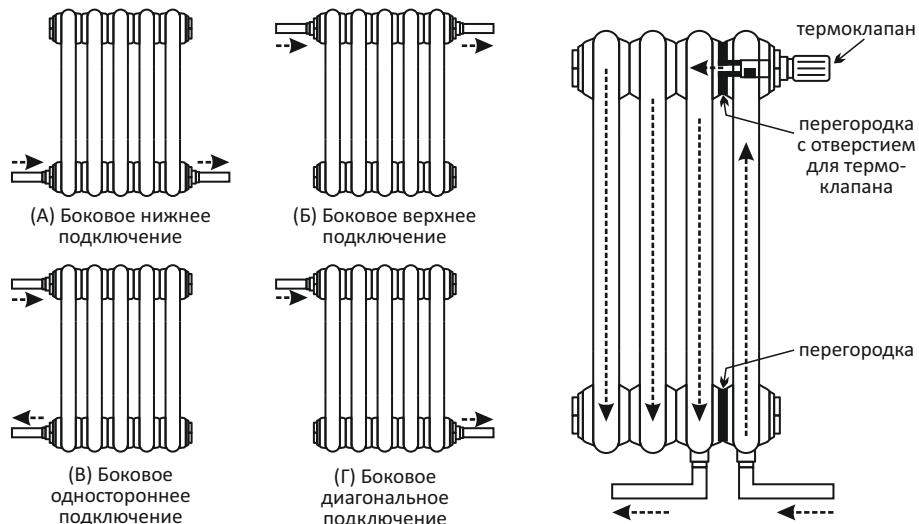
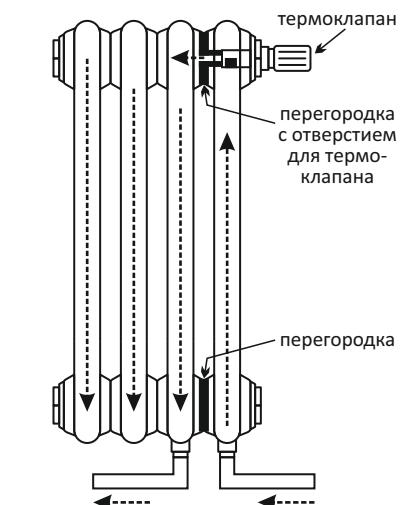

Рисунок 4 -
Рисунок 5 -
1.2. Радиатор симметричен и имеет четыре сквозных выхода со всех сторон, через любое из которых возможно подключение к системе отопления. Радиаторы выпускаются с боковым и нижним подключением к системе отопления (для однотрубных и двухтрубных систем отопления). Резьбовые отверстия в проходных пробках G3/4". Виды подключений указаны на рис. 4 и рис. 5.